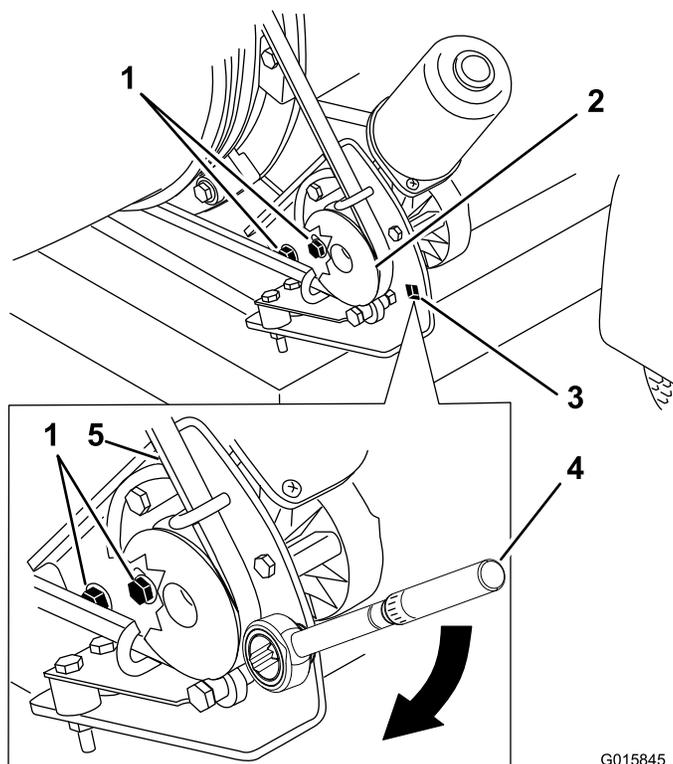

Рисунок 30
- Ослабьте болты крепления монтажного кронштейна шкива к раме воздухоудовки (Рисунок 30).
- Установите динамометрический ключ на монтажном кронштейне шкива (Рисунок 30).
- Отверните монтажный кронштейн шкива от сопла так, чтобы показание динамометрического ключа стало равным 22,6 – 26,0 Н-м (Рисунок 30).